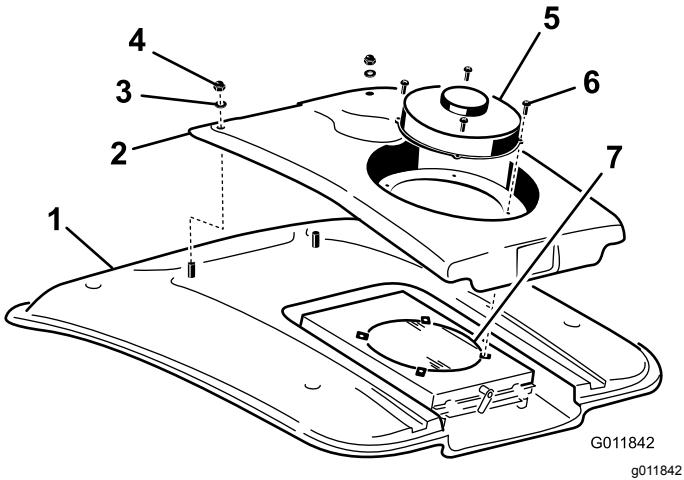

Bild 114
2. Entfernen Sie die (4) Schrauben, mit denen der Lüfter und die Kondensatorabdeckung an der Lüfterbefestigung befestigt ist (Bild 114).
4. Entfernen Sie die zwei Schrauben und Scheiben, mit denen die Vorderseite der Kondensatorabdeckung am Kabinendach befestigt ist (Bild 114).
8. Reinigen Sie den Klimaanlagen-Kondensator gründlich mit Druckluft (Bild 114).